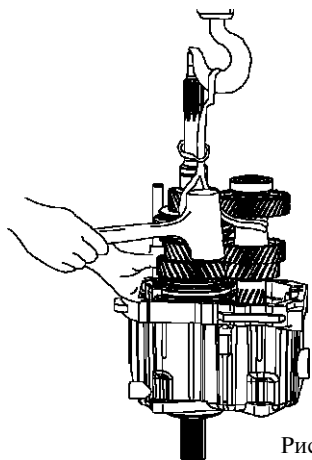

Рис. 6.14. Демонтаж валов
-для упрощения демонтажа закрепите вторичный вал, промежуточный вал и вал переключения передач веревкой или ремнем и подвесьте (рис. 6.14);
14. После нагревания произведите демонтаж валов, слегка ударяя по заднему картеру резиновым молотком (см. рис. 6.14).